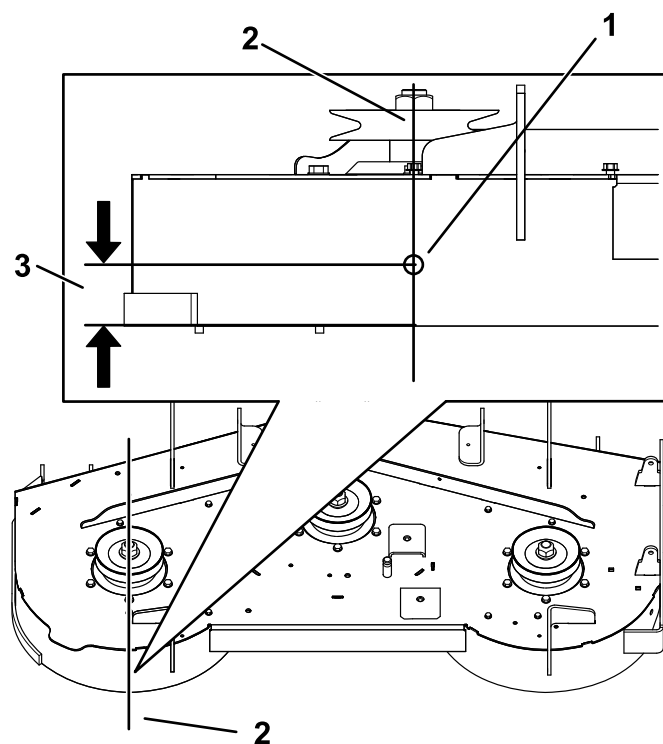

Figura 1
2. Realizați un orificiu în locația marcată utilizând un vârf de burghiu (9/32") așa cum se arată în Figura 1.